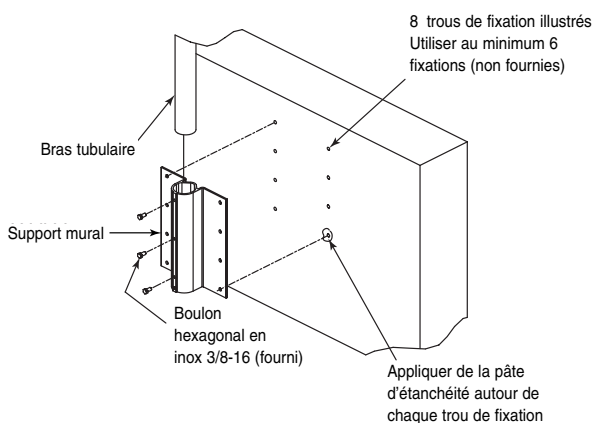

Figure 2 Installation d'un support mural sur un mur
- b. Utilisez le support de montage mural en guise de gabarit et mettez-le à l'emplacement voulu, puis marquez sur le mur les emplacements des trous comme illustré à la FIGURE 2. Utilisez au minimum six (6) fixations (non fournies), trois de chaque côté du support de montage.
- d. Appliquez une pâte d'étanchéité de bonne qualité autour de chaque trou, ancrage ou tige filetée au niveau de la surface de montage comme illustré à la FIGURE 2.
- j. Faites pivoter le bras tubulaire pour éloigner l'AutoDome du toit et ensuite l'amener à la position voulue. Immobilisez le bras tubulaire dans cette position en serrant les trois boulons hexagonaux de 10 mm fournis comme illustré à la FIGURE 2.